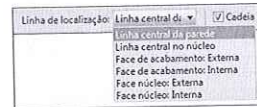

Figura 5.7 – Seleção da posição da linha para traçar a parede.
- Na barra de opções, define-se a altura da parede no campo **Altura**, da seguinte forma: se selecionar **Altura: Não conectado**, digite o valor no campo que fica ao lado, que deve ser 2.8 (ele será permanente) (Figura 5.5). Você também pode selecionar um pavimento para definir a altura, então a parede sempre vai se ajustar à altura do pavimento selecionado. Em seguida, defina a posição da linha que traça a parede por um dos lados em **Linha de localização**, conforme as opções da Figura 5.7.